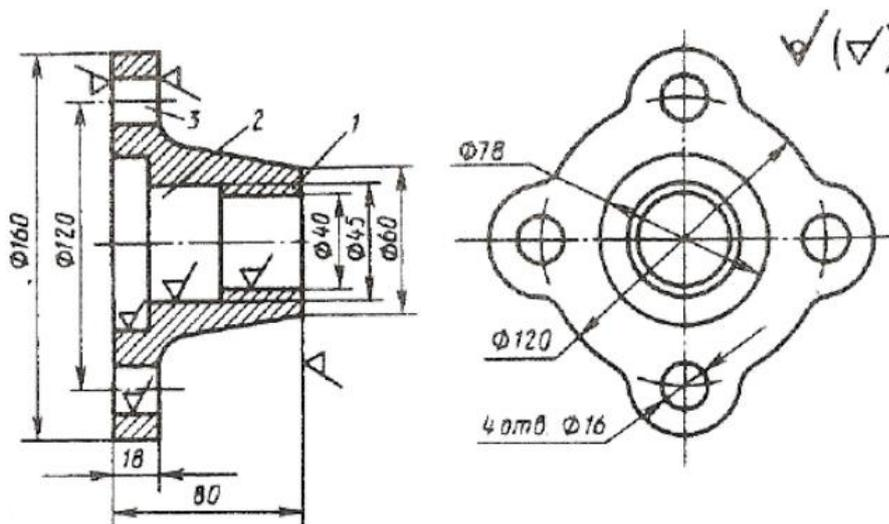

Рисунок 9 – Эскиз детали
2. По эскизу детали (рисунок 9) разработайте эскизы: элементов литейной формы, стержневых ящиков и собранной литейной формы ( в разрезе). Опишите последовательность изготовления литейной формы методом ручной формовки.